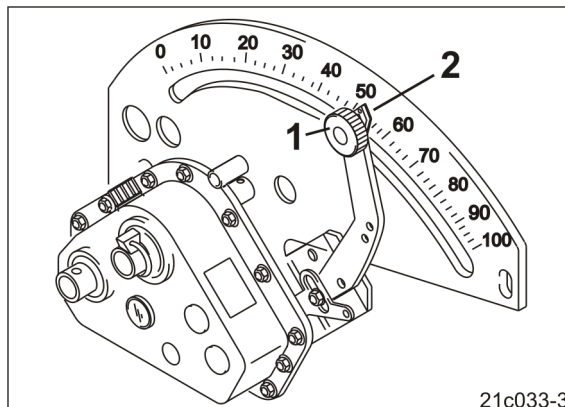

Рис. 221
4. Встановіть стрілку (Рис. 221/2) важеля редуктора на значення налаштування редуктора 100.
5. Затягніть фіксуючу головку (Рис. 221/1).